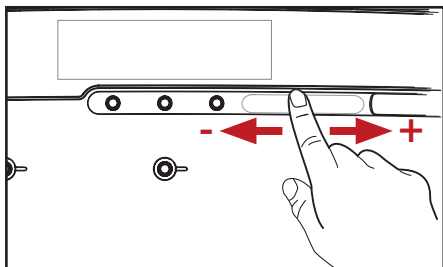

Fig. 4.6 - Pr s lection force
2. Glissez votre doigt sur le curseur FORCE pour pr s lectionner la force de la boisson (fig. 4.6).